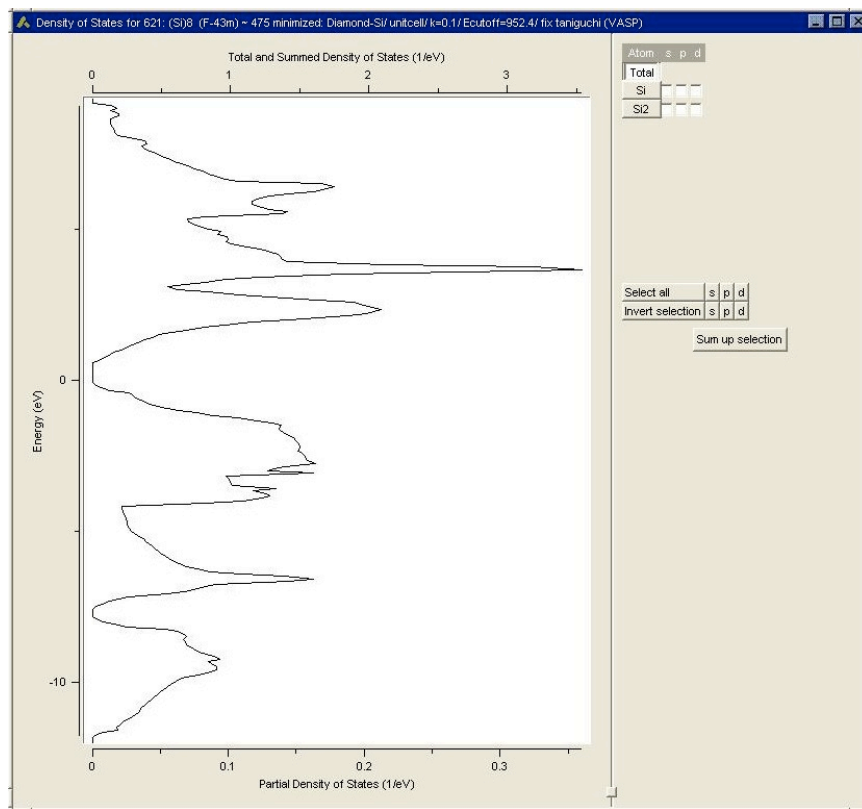
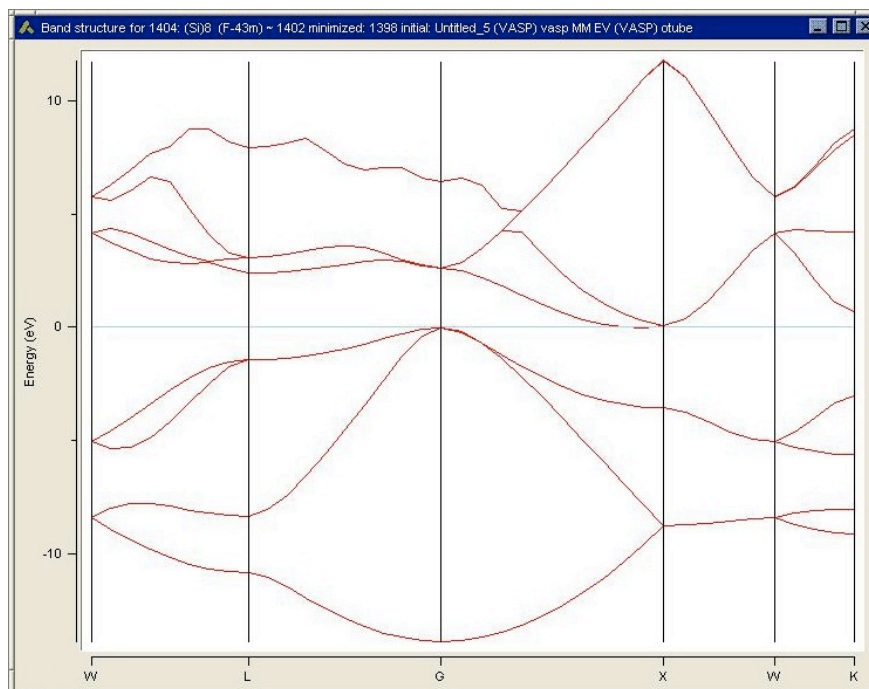

図 4: Si の Density of States.
図 5: Si のバンド構造.
4. 計算結果の表示 実行した計算が終了すると、計算結果は JobServer に集約される。JobServer へのアクセスはウェブベースで行う。ブラウザ上に、これまでの計算を一覧表示したり、そこからテキストベースの計算結果を参照することができる。また、図 4、図 5 に示すように、DOS、バンド構造図をグラフィック表示することができる。